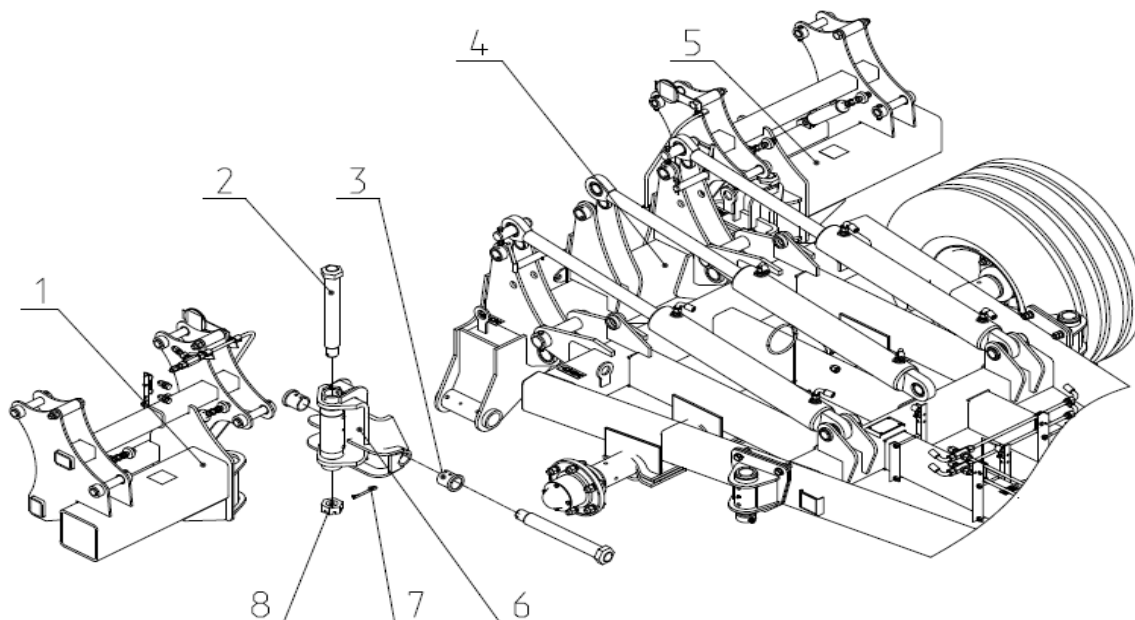

Рис.6 Сборка боковых балок.
2.4 Крестовина 6 (рис.6) служит для шарнирного закрепления боковых балок 1 и 5 к центральной балке 4.